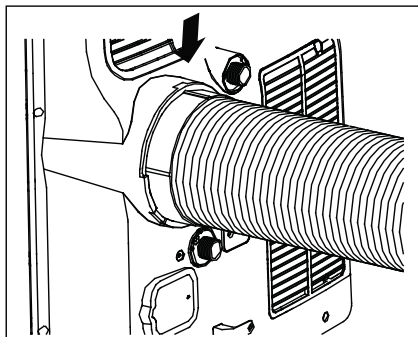

Fig. 8
5. Sätt monteringen på enheten (Fig. 8).